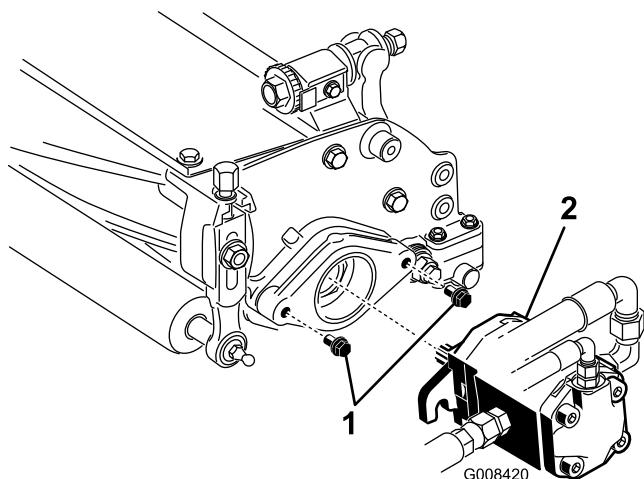

図 11
7. リールモータ取り付けボルトのねじの頭が、それぞれおよそ13 mm突き出した状態になるようにすること図11。
わし、次に左回りにひねって、キャップスクリュにフランジをしっかりと掛ける図 11。
9. 取り付けボルトを締め付ける図 11。